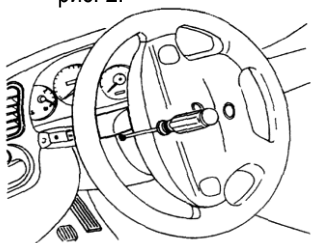

Рис. 1
- 3) Открутите два шурупа на рулевой колонки, поворачивая руль в нужное направление и снять верхнюю крышку (рис. 1). Если у вас Lanos с регулировкой высоты положения руля (Lanos SX), то опустите рулевую колонку в нижнее положение и тогда верхняя крышка снятия торпеды мешать не будет.